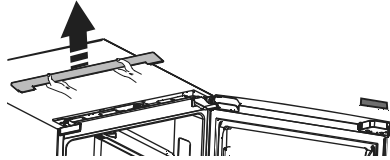

Figure 1
- 2 Relevez le couvercle supérieur de l'appareil à l'aide d'un couteau à mastiquer et retirez-le (voir Figure 1).